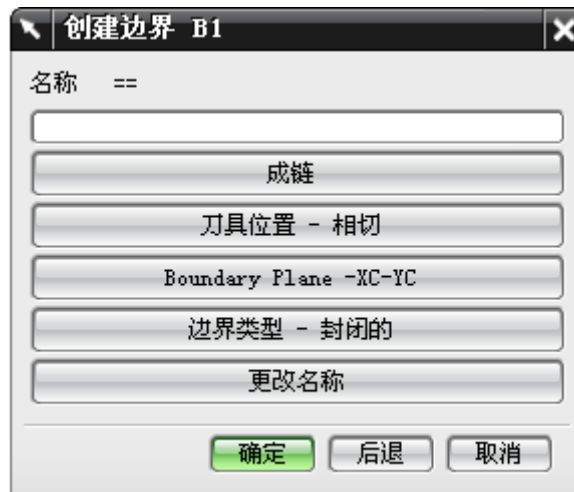

图 8-15
- 选择如图 8-14 左所示的创建边界菜单，打开创建永久边界对话框，如图 8-15 右所示。
- 在图 8-14 右中，单击创建按钮，显示如图 8-15 所示的对话框。
- 在图 8-15 中，单击边界平面 Boundary Plane-XC-YC，打开边界平面定义对话框，如图 8-16 所示。